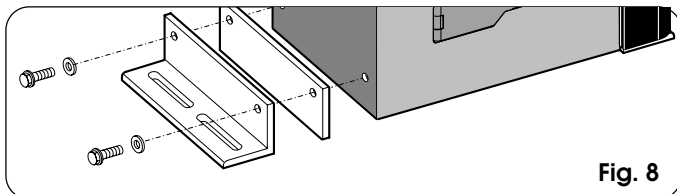

Fig. 8
- 1) Monteer de hoekbevestigingsstukken en de trillingdempende afstandstukken op de aandrijving, zoals op fig. 8.